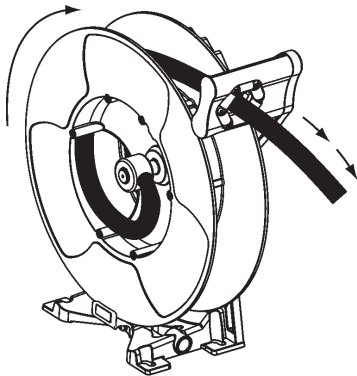

Fig.11
1. Pull the hose out 10 feet (3 metres) and let the hose reel latch (fig. 11).
1. Extraiga unos 10 pies (3 metros) de manguera y trinque la manguera (fig. 11).
1. Tirer le flexible de 3 mètres et bloquer le tambour au moyen du cliquet (fig. 11).
1. Ziehen Sie den Schlauch 3 Meter heraus und lassen Sie ihn einrasten (Fig. 11).